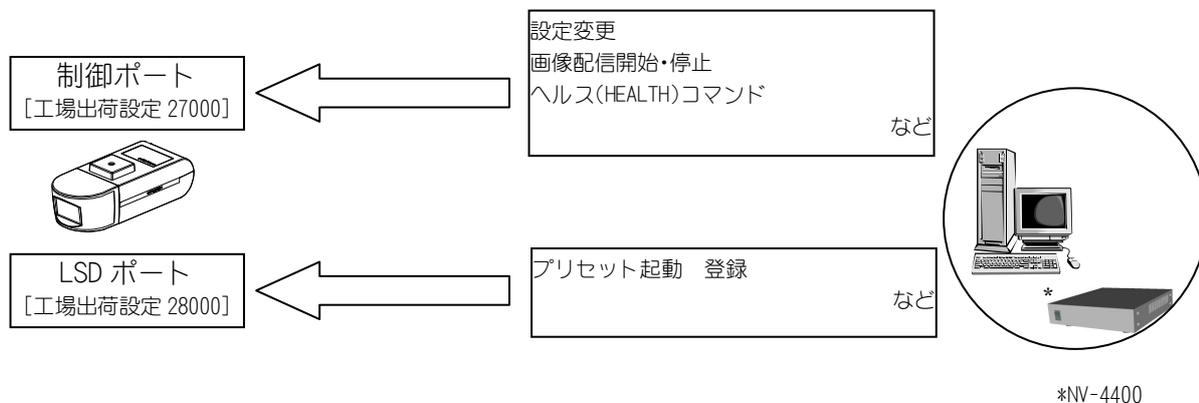

図 15-3 IP アドレス 制御ポート LSD ポートについて
- (1) IP アドレスは、ネットワーク上で各機器を識別するためのアドレスです。
- (2) 制御ポートは、図 15-3に示す様に、主にネットワーク・画像・シリアルに関する設定・制御を行なうためのポートです。カメラ設定ツールからの設定変更の他、画像配信の開始・停止、ヘルス (HEALTH) コマンドも制御ポートを使って行ないます。
- (3) LSD ポートは、図 15-3に示す様に、主にカメラ制御を行なうためのポートです。
- (4) 制御ポート番号、LSD ポート番号は、1024～65535 の範囲で設定できます。ただし制御ポート番号と LSD ポート番号が同じ値にならないように設定してください。